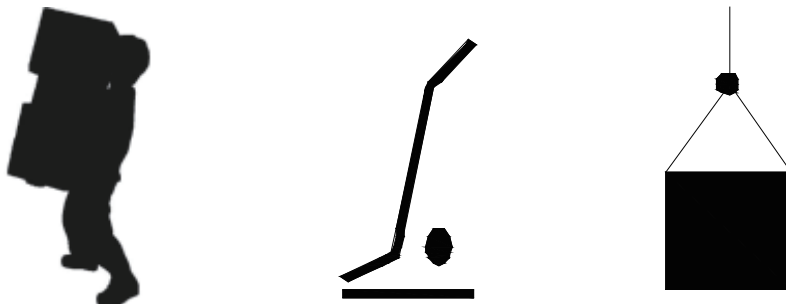

图9-2
- 3.3、产品搬运一般采用手提式或小车搬运移动、吊装移动，如图9-2所示。